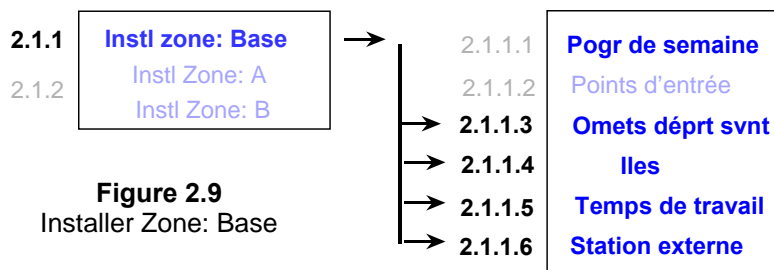

Figure 2.9
L'option '**Omets départ suivant**' permet à l'utilisateur d'omettre la prochaine opération programmée (Figure 2.9).
2. Sous le menu '**Installer Zone: Station de recharge**' défilez jusqu'à l'option 'Omet départ suivant' et appuyez sur '**GO**' pour établir l'option (voir Figure 2.9).
La définition de cette option sur '**off**' permet à la tondeuse d'acquiescer le Câble périphérique immédiatement dès qu'elle commence à chercher la Station de recharge, sans qu'il ne soit nécessaire de converger jusqu'à l'extrémité de la pelouse (Figure 2.9).